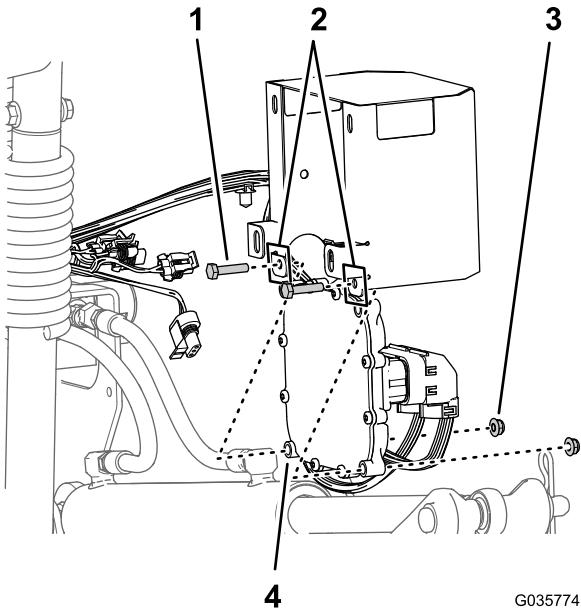

Bild 28
1. Flüchten Sie das elektronische Steuergerät mit der Innenseite der Steuergerät-Abdeckung und die unteren äußeren Befestigungslöcher des Steuergeräts mit den Löchern im unteren hinteren Flansch der Abdeckung aus (Bild 28)
2. Befestigen Sie das Steuergerät mit zwei Schrauben ($\frac{1}{4}$ " x $1\frac{1}{8}$ ") und zwei Sicherungsbundmuttern ($\frac{1}{4}$ ") an der Abdeckung, wie in Bild 28 abgebildet.